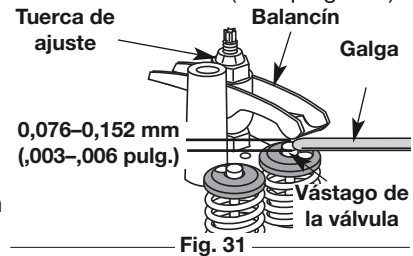

Fig. 31
- Deslice la galga entre el brazo oscilante y el resorte de retorno de la válvula. Mida el huelgo entre el vástago de la válvula y el brazo oscilante (Fig. 31). Realice esto en las válvulas de entrada y de escape.
- Gire la tuerca de ajuste con una llave de 8 mm (5/16 pulgadas) o una guía de tuercas (Fig. 31).